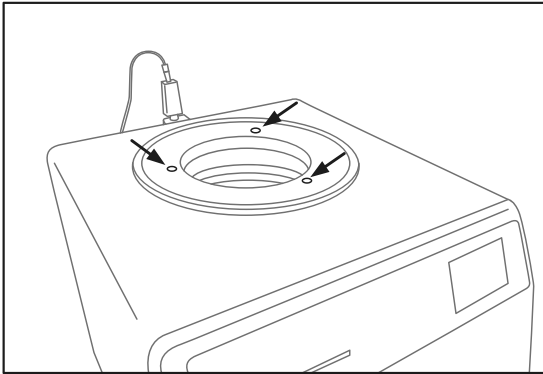

Figura 32.
**12.** Instale el estante de muestras. Preste atención a la alineación de la posición del agujero (Figura 32 y 33).